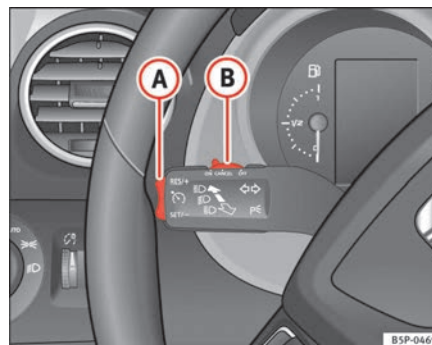

Abb. 148 Blinker- und Fernlichthebel: Schalter und Wippe für die Geschwindigkeitsregelanlage
- Drücken Sie den oberen Teil der Wippe **RES/+** ⇒ Abb. 148 **(A)**, um die Geschwindigkeit zu erhöhen. Solange Sie die Wippe gedrückt halten, beschleunigt das Fahrzeug. Sobald Sie die Wippe loslassen, wird die neue Geschwindigkeit gespeichert.
Wenn Sie die gespeicherte Geschwindigkeit durch Treten des Bremspedal verringern, ist die Regelung der gespeicherten Geschwindigkeit ausgeschaltet. Sie können durch einmaliges Drücken des oberen Teils der Wippe **RES/+** → Seite 188, Abb. 148 **A** die Regelung wieder aufnehmen.